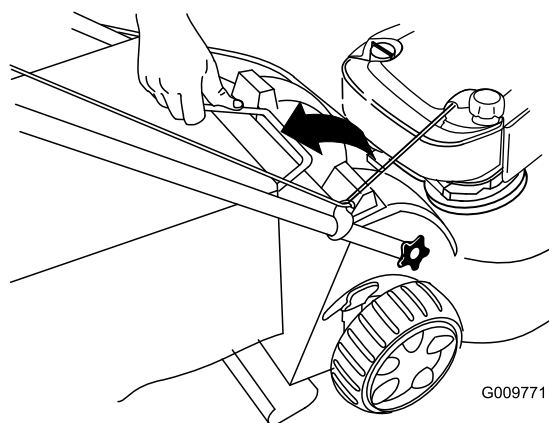

Рисунок 31
2. Поднимите ручку мешка для травы из канавок на верхней панели машины и снимите мешок с машины (Рисунок 31).